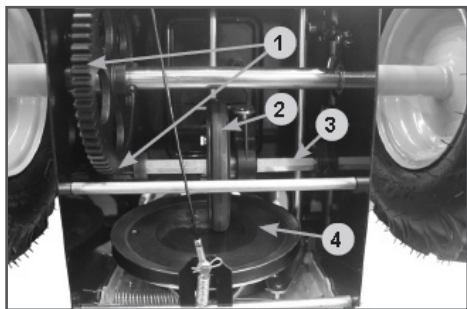

Рис. 27 Обслуживание трансмиссии
Если при нажатом рычаге включения хода снегоотбрасыватель не движется или при нажатии на рычаг включения хода слышны посторонние звуки, а регулировка длины троса включения хода не позволяет устранить проблему, возможно, фрикционное колесо 2 (Рис. 27) полностью износилось и его необходимо заменить.
4. Нанесите многоцелевую консистентную смазку CHAMPION EP-0 тонким слоем на шестигранный вал 3 фрикционного колеса и зубья шестерен 1 (Рис. 27).
- Не допускайте попадания смазки на резиновое фрикционное колесо 2 и ведущий диск 4 (Рис. 27).